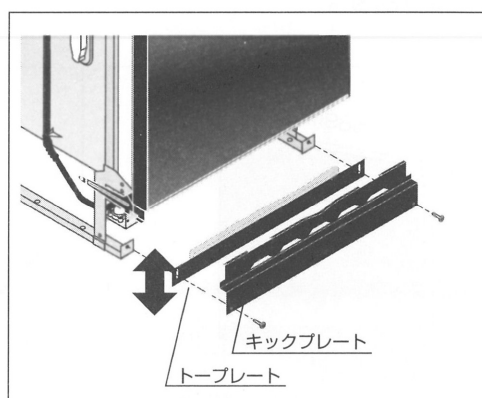

図 10
3. キックプレートの左右にあるビスを緩めてトープレートの高さを調整し、緩めたビスを閉め直します。(図10参照)